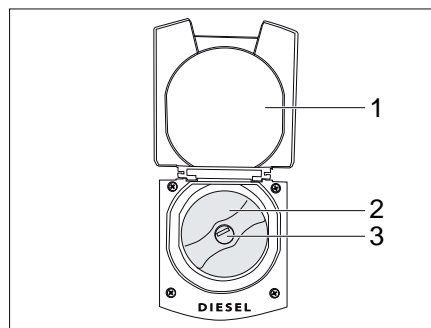

Fig. 34 Sportellino aperto con bocchettone di rifornimento di carburante
- Chiudere lo sportellino (Fig. 34,1).